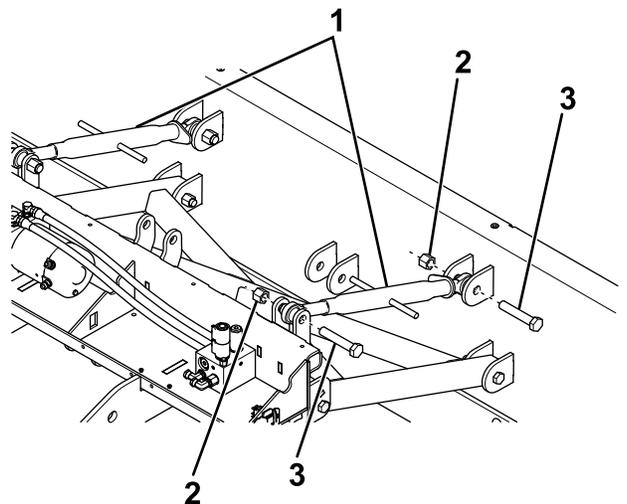

Figura 6
3. Sujete provisionalmente los acoplamientos superiores a los soportes superiores de la pala central usando 2 pernos ($\frac{3}{4}$ " x 4") y contratuercas, como se muestra en la **Figura 6**.
4. Conecte provisionalmente los acoplamientos superiores a los soportes superiores del acoplamiento con 2 pernos ($\frac{3}{4}$ " x 4") y contratuercas (**Figura 6**).